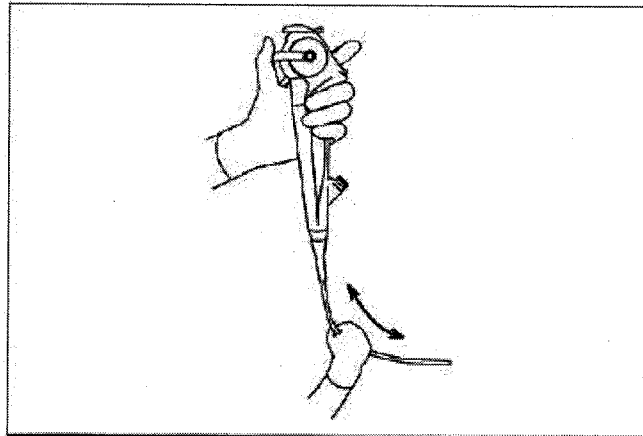

Fig 13
4. Sostenga el tubo de inserción suavemente con una mano, presione cuidadosamente con las yemas de los dedos en toda la longitud del tubo de inserción en ambas direcciones (Fig 13)..